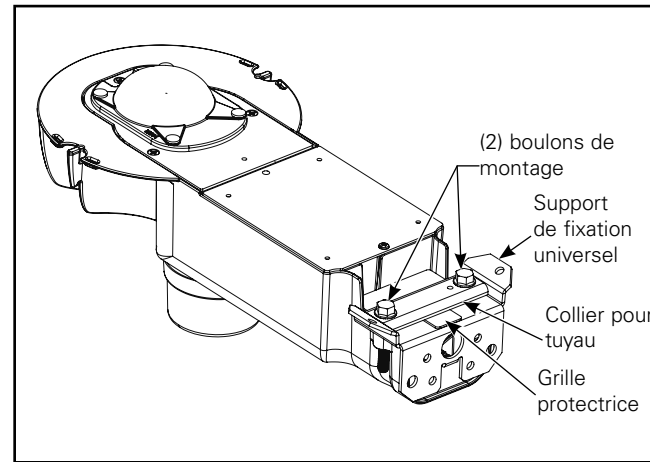

Figure 1.
1. Utilisez la clé à douille de 12,7 mm (1/2 po) pour enlever le support de montage mural ou sur poteau du luminaire et conservez les deux boulons de montage du luminaire et la grille protectrice. Jetez le support de fixation du collier pour tuyau. (Figure 1.)